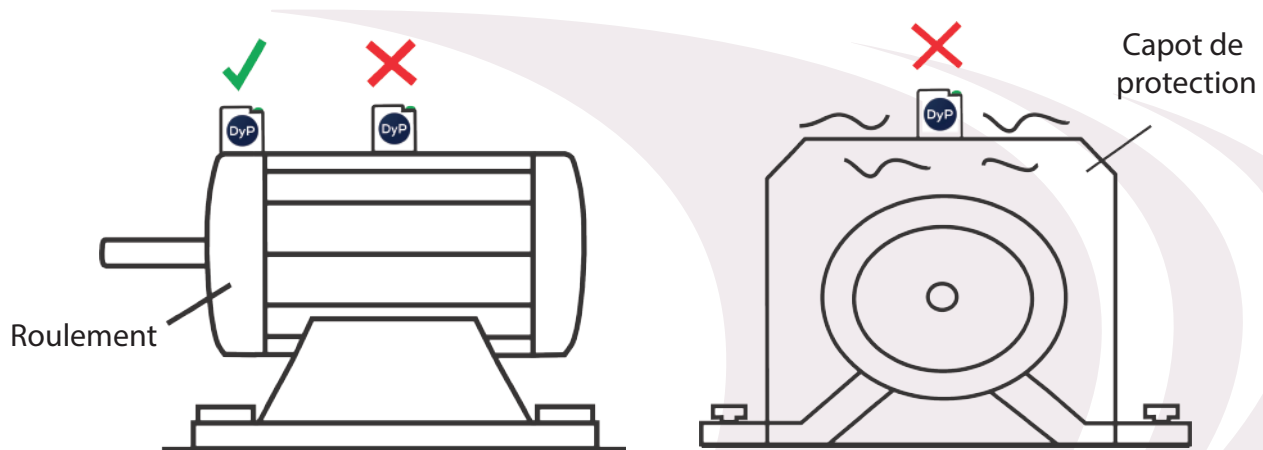

Figure 5 - Positionnement sur les parties rigides de la machine
1) Le DynaLogger doit être installé sur une partie rigide de la machine, évitez les régions qui peuvent présenter une résonance localisée (Figure 5);